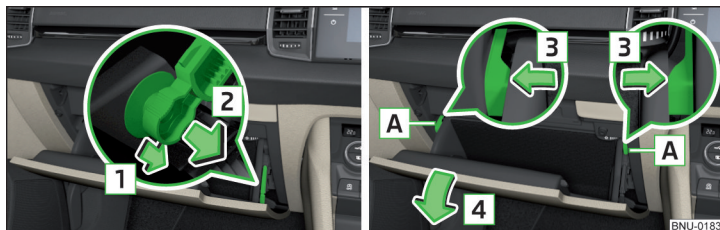

Fig. 342 Compartmento guardaobjetos en el lado del acompañante
- Desbloquear la barra de freno en el sentido de la flecha **1** y soltarla en el sentido de la flecha **2** » fig. 342.